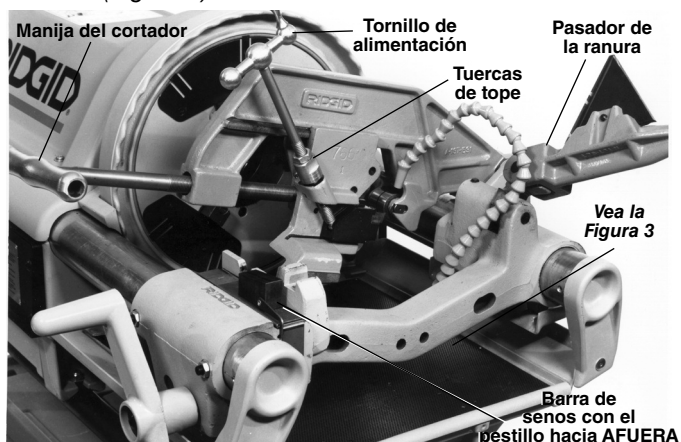

Figura 2 – Cortador tipo cuchilla Modelo 766 colocado en la roscadora (se muestra sin el cabezal de terrajas, para fines de ilustración solamente)
1. Quite el pasador que fija la rueda de corte 764 a la roscadora y reemplácela con el cortador de tipo cuchilla 766 (Figura 2).
1. En la roscadora 1224, jale la barra de senos para alejarla del mandril y baje el pestillo para que encaje en el carro (Figura 2).